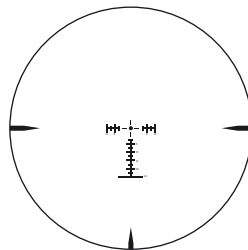

Fig. 3-4
(2) Mise au point
- ① Regardez dans l'oculaire, l'œil placé à environ 4 pouces (10 cm) de celui-ci, pour voir le réticule (Fig. 3-4).